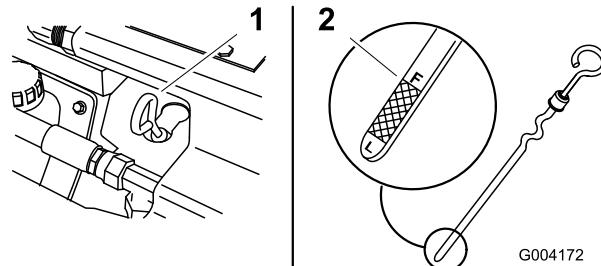

Figura 15
4. Limpie alrededor de la varilla de aceite (Figura 15).
- 5. Retire la varilla y limpie el extremo metálico (Figura 15).
- 6. Introduzca la varilla a fondo en el tubo de la varilla (Figura 15).